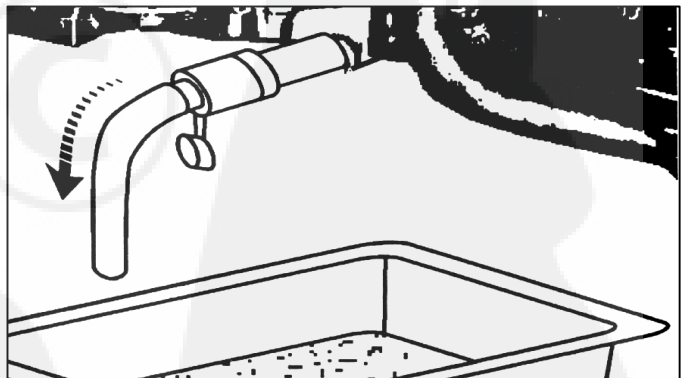

Fig.24
1. Plaats een platte bak van 2 liter onder het verversingskraantje (fig. 24).